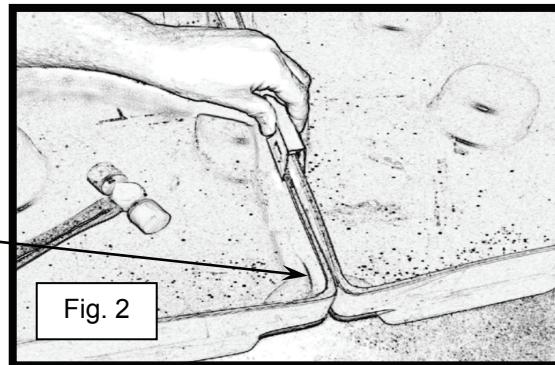

Fig. 2
- 2) Før to oppsamlingsentre sammen (se fig. 2). Plasser sammenføringsklemme over overkanten på oppsamlingsentrene (se fig. 2).
- 3) Når sammenføringsklemmen er på plass på overkanten på begge oppsamlingsentrene, skyv ned klemmen med en klubbe eller liten hammer (se fig. 2 og 3). **MERK:** **Vennligst ikke bruk hånden. Å slå på klemmen med hånden kan medføre skader.**